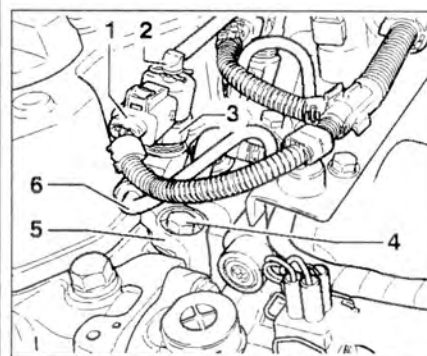

Рис. 4А.8. Отсоедините разъем проводки 1 от форсунки 3.
1. Отсоедините разъем проводки 1 от форсунки 3 (рис. 4А.8). Отсоедините сливной топливопровод 2 и топливопроводы 6 от форсунки. Открутите болт 4 и снимите прижимную планку 5.